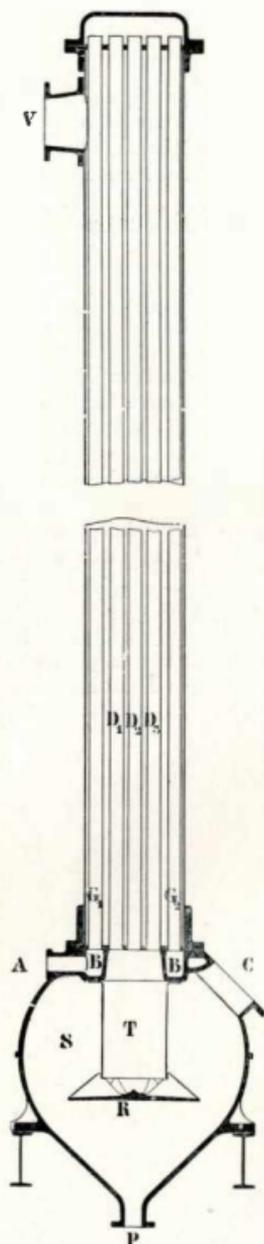

Figure 7
f). *Appareils à grande concentration* fournissant du sirop en un seul passage voir figure 7.